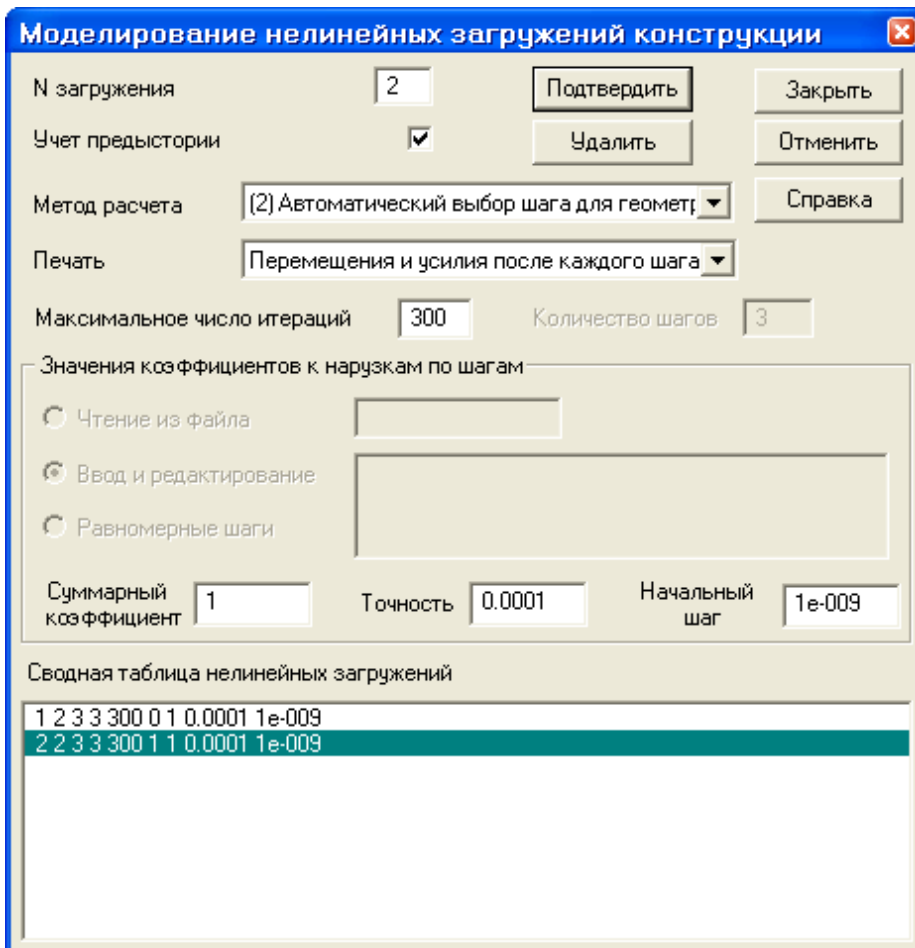

Рис.8.21. Диалоговое окно Моделирование нелинейных нагрузок конструкции
- С помощью меню **Нагрузки** ⇒ **Моделирование нелинейных нагружений** (кнопка  на панели инструментов) вызовите диалоговое окно **Моделирование нелинейных нагружений конструкции** (рис.8.21).
- в раскрывающемся списке **Метод расчета** выберите строку **(2) Автоматический выбор шага для геометрически нелинейных задач**;